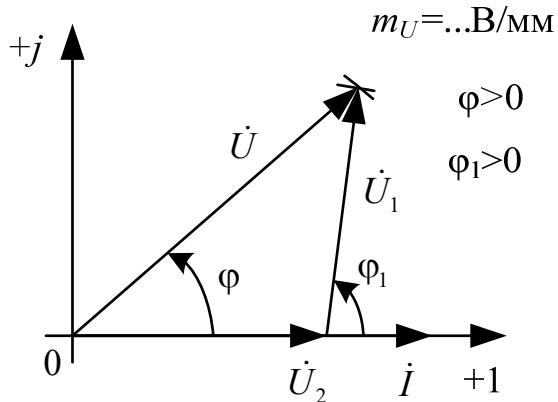

Рис. 3.4.
3. Вычислить напряжение на сопротивлении  $R_2$ :  $U_2 = IR_2$ . Записать его величину в табл. 3.3. Выбрать масштаб векторов напряжений  $m_U$  (В/мм). Принять начальную фазу тока равной нулю:  $\dot{I} = I$ . Отложить  $\dot{I}$  и  $\dot{U}_2$  на комплексной плоскости вдоль оси абсцисс. Дополнить топографическую диаграмму напряжений векторами  $\dot{U}_1$  и  $\dot{U}$  (все векторы напряжений строятся в одном масштабе  $m_U$ ). Векторы напряжений образуют треугольник, одна из вершин которого лежит в начале координат, а найти другую можно с помощью засечек, сделанных циркулем. Пример векторной диаграммы показан на рис. 3.4.